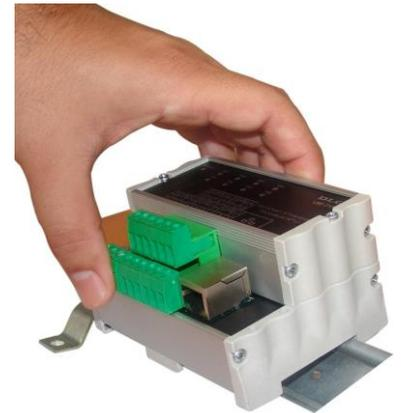

Figura 8
1. Primeiramente posicione a parte superior do LME-210 no trilho DIN 35mm como mostra a Figura 8.